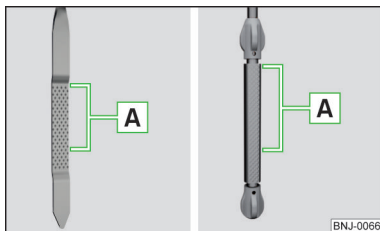

Рис. 170
Рівень оливи повинен доходити до секторі **A** » Рис. 170. Якщо олива знаходиться нижче рівня **A**, долийте її.
- Рівень оливи у жодному разі не має знаходитися за межами секторі **A** » Рис. 170 через небезпеку пошкодження двигуна і системи відпрацьованих газів.